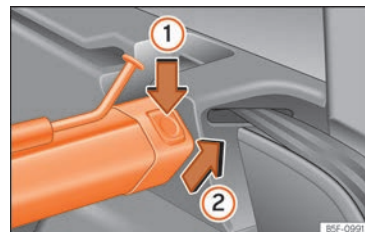

Fig. 180 En el maletero: desmontar la red de separación.
- Presione la tecla de desbloqueo izquierda o derecha » fig. 180 en el sentido de la flecha ①.
- Extraiga la carcasa del soporte en el sentido de la flecha » fig. 180 ②.
- Presione la carcasa en los soportes izquierdo y derecho en el sentido contrario al de la flecha » fig. 180 ② hasta que encastre.